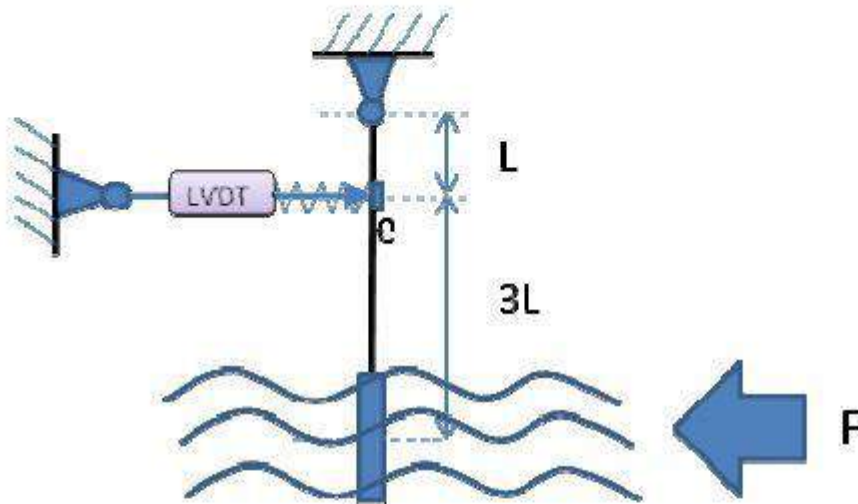

Figura 2
5. Suponha que pretende estimar a força de arrasto que um ribeiro exerce sobre o dispositivo representado na figura 2, instrumentado com um LVDT (sensibilidade 1,2 V/mm) equipado com uma mola com um coeficiente de rigidez $K=5 \text{ kN/m}$.